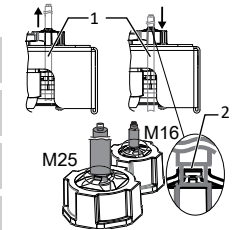

Fig. 14: Τοποθέτηση θωράκισης στη κοχλίωση ΗΜΣ
- 1 Ελέγξτε τα καλώδια (1) για ελευθερία έλξης/πίεσης από το πλήρες άνοιγμα και κλείσιμο των θυρών.
- 2 Επιστημάνετε τη θέση για την τοποθέτηση της θωράκισης στον κλωβό σύσφιξης (2) των κοχλιώσεων ΗΜΣ.
- 4 Τραβήξτε πίσω τους αγωγούς στο σημείο θωράκισης μέχρι η θωράκιση μέσω του κλωβού σύσφιξης να ολοκληρωθεί πλήρως και να αποκλειστεί μετατόπιση του καλωδίου σύνδεσης. [See figure 14] [► Page 191]